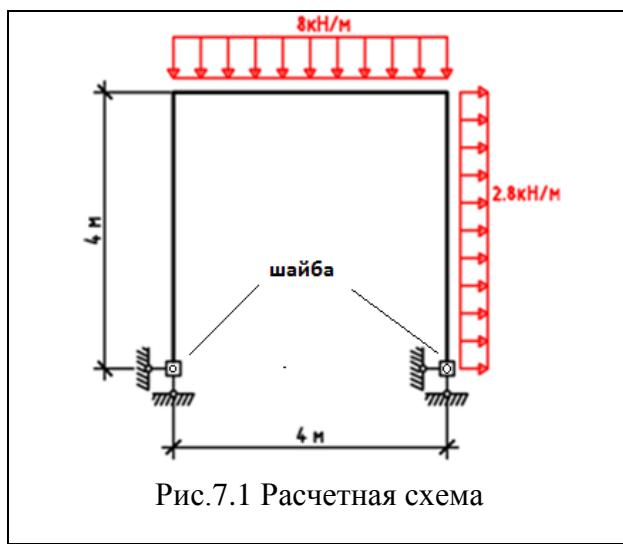
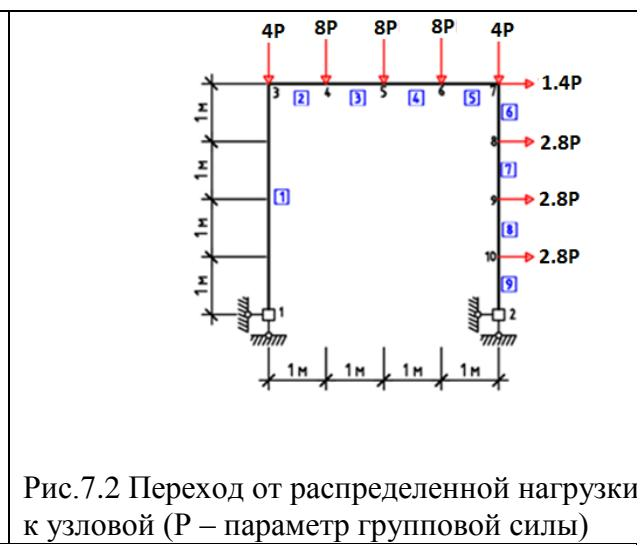

Рис.7.1 Расчетная схема
Рис.7.2 Переход от распределенной нагрузки к узловой (Р – параметр групповой силы)
7. Определить предельную нагрузку для стержневой системы, работающей в упругопластической стадии (рис.7.1,рис. 7.2). Материал системы подчиняется диаграмме жесткопластического тела.